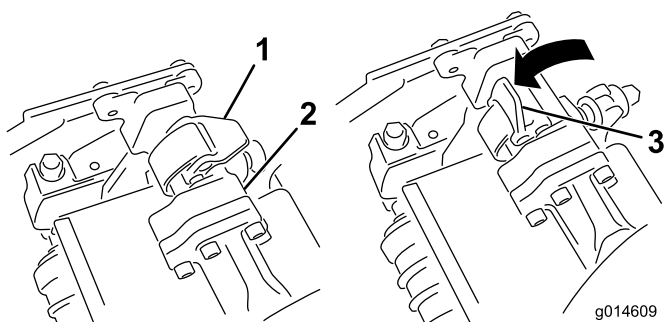
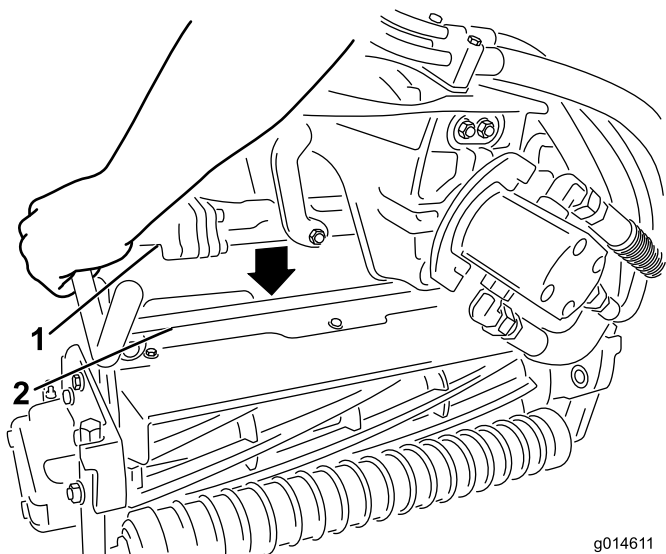

Рисунок 33
Рисунок 34
3. Когда защелки на штанге рычага подвески направлены вверх (т.е. открыты) (Рисунок 33), нажмите на рычаг подвески так, чтобы штанга села на поперечный стержень наверху режущего блока (Рисунок 34).
4. Поверните защелки вниз и вокруг стержня режущего блока и заблокируйте их (Рисунок 33).
- Откройте защелки на штанге рычага подвески режущего блока, который вы хотите снять (Рисунок 33).